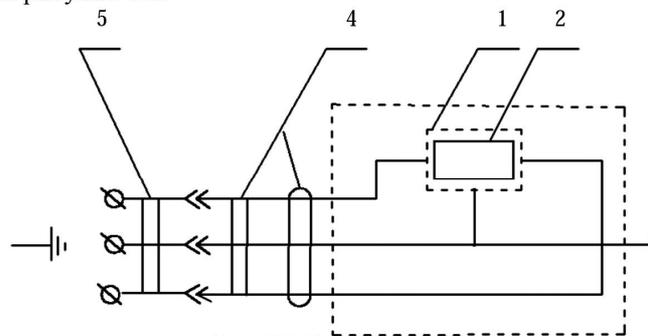

Рис.5.2 Электрическая схема
4.3 Подключение электроподогревателя (как электроприбора класса защиты I ) допускается только к 3-х проводной однофазной питающей сети 220 В (см. рис. 5.2).